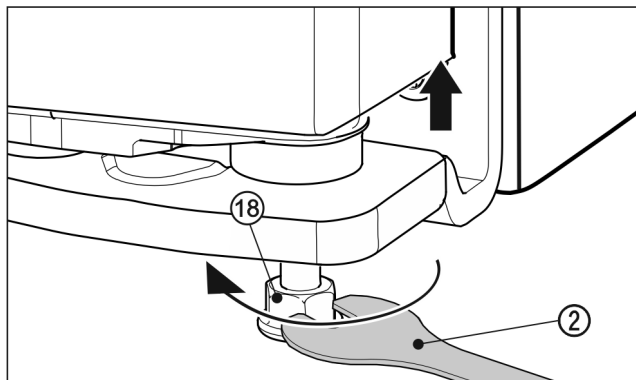

Fig. 25
- Pre nadvihnutie dverí vytočte nastaviteľnú nohu Fig. 25 (18) smerom doprava pomocou priloženého vidlicového kľúča Fig. 25 (2) po kontakt na podlahe. Potom otáčajte ďalej po prestavenie dverí vo výške. Pri expedícii je ložiskový čap celkom zatočený.